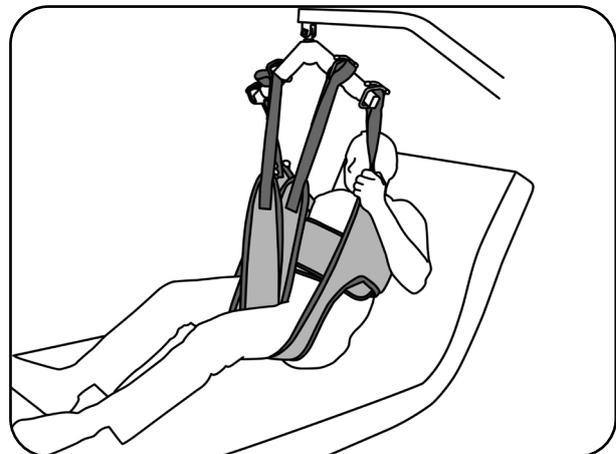

Abb. 8.3.03 - Anheben des Patienten
13. Heben Sie den Patienten mit dem aks-Patientenlifter an (Abb. 8.3.03). Beobachten Sie dabei den Patienten und die Straffung des Liftergurtes. Korrigieren Sie gegebenenfalls den Sitz des Liftergurtes durch erneutes Ablassen des Patienten und Verschieben der ungünstig sitzenden Teile des Liftergurtes. Beobachten Sie während des gesamten Hebevorganges ständig den Patienten und den Sitz des Liftergurtes. Heben Sie den Patienten nur so hoch wie nötig.